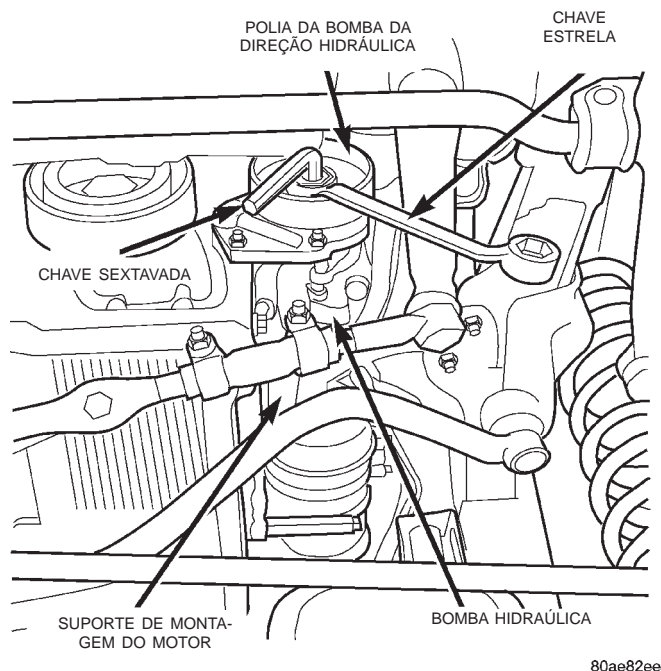

Fig. 1 Remoção da Polia da Bomba da Direção Hidráulica
(1) Remova o parafuso que segura o suporte da tubulação de A/C ao topo da cobertura da válvula.
(2) Remova a correia de acionamento em serpentina. Consulte o Grupo 7, “Sistema de Arrefecimento” para obter os procedimentos.
(3) Remova a polia da bomba da direção hidráulica. Use uma chave sextavada para o eixo da bomba enquanto você remove o parafuso da polia com uma chave estrela (Fig. 1).